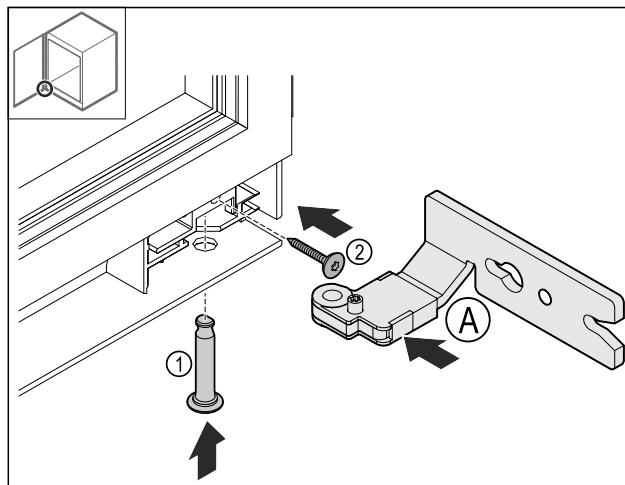

Fig. 23
- ▶ Umetnite donju šarku Fig. 23 (A).
- ▶ Umetnite svornjak Fig. 23 (1) i pridržite ga.
- ▶ Pritegnite vijak Fig. 23 (2).